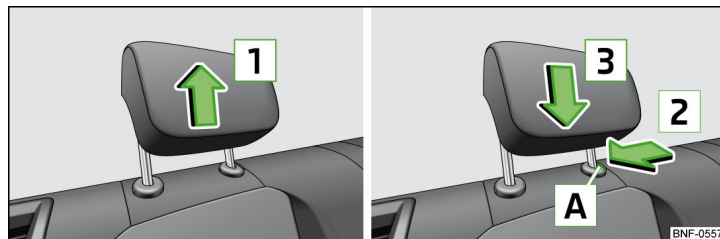

Fig. 45 Hovedstøtter bags: Indstilling opad / Indstilling nedad
- Tag fat om siderne på hovedstøtten med begge hænder, og forskyd den i pilens retning **1** » Fig. 45.
- Tryk på låseknappen **A**, og hold den i pilens retning **2** » Fig. 45.